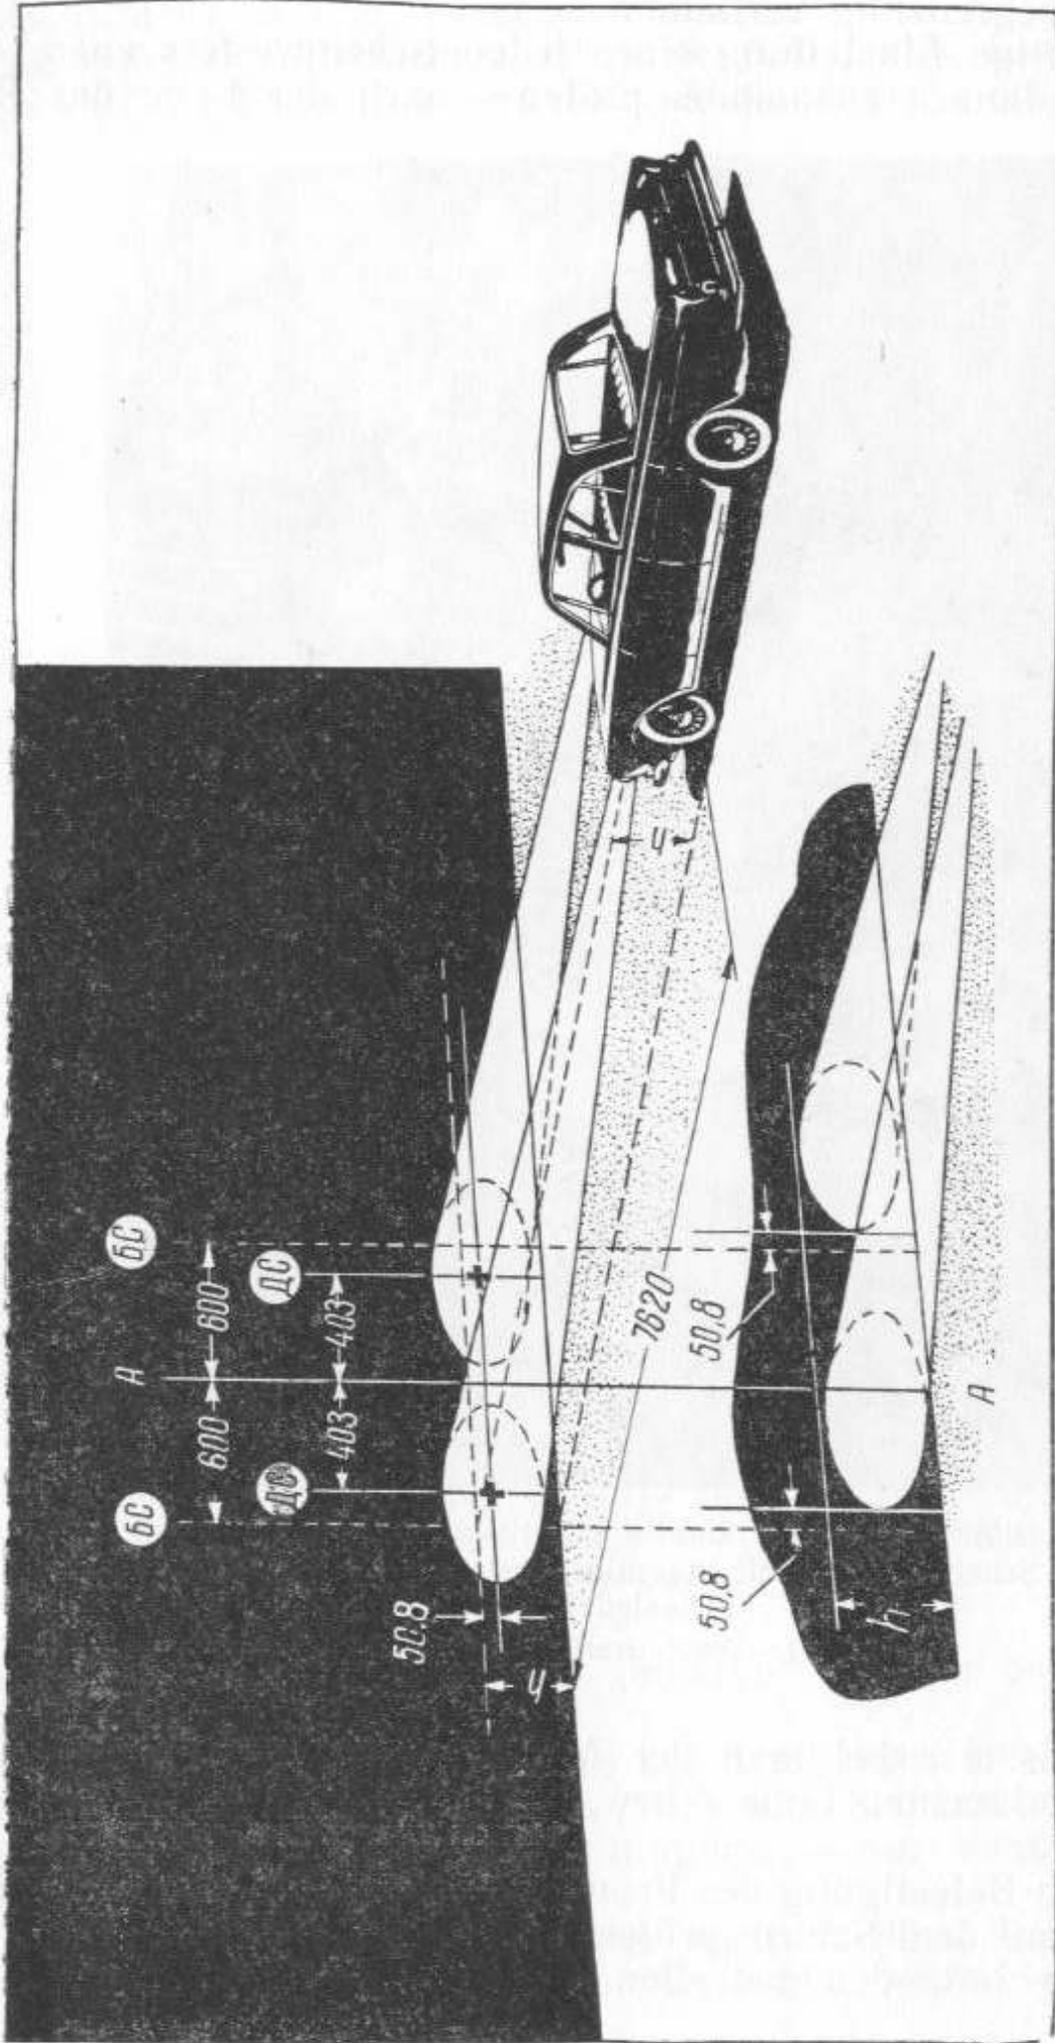

Bild 61. Einrichten des Prüfschirmes und Aufstellung des Kraftwagens bei der Regulierung der Lichtbündelrichtung von Scheinwerfern im Vierscheinwerfersystem
Beim Vierscheinwerfersystem und beim Vorhandensein von Scheinwerfern mit Sealed-Beam-Einsätzen wird der Einstellschirm, wie in Bild 61 gezeigt, vorgezeichnet.
Nach der Lageeinstellung des Abblendlichtbündels muß die Prüfung der richtigen Lage des Fernlichtbündels vorgenommen werden. Der Lichtfleck von den beiden auf einer Seite eingebauten Scheinwerfern (vom inneren und äußeren) muß mit dem in Bild 61 oben gezeigten Lichtfleck zusammenfallen.
- 3) Stellung des optischen Einsatzes im Scheinwerfergehäuse mit Hilfe der beiden Einstellschrauben *1* (Bild 63) nach der in Bild 61 gezeigten Schirmvorzeichnung einstellen.